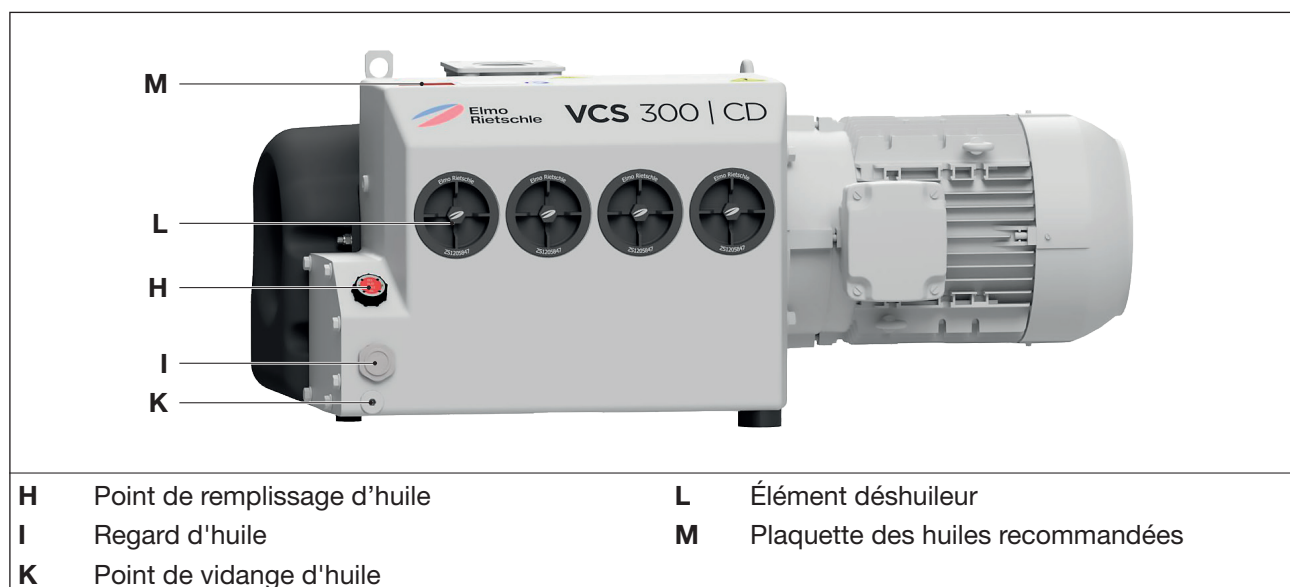

Fig. 7 Vidange d'huile et déshuilage
Comme matières consommables, nous recommandons d'utiliser les huiles Elmo Rietschle, voir la plaquette des huiles recommandées (Fig. 7/M) ainsi que Tab. 3 page 32 :
- e) Ouvrez le bouchon du point de remplissage d'huile (Fig. 7/H) et remplissez d'huile jusqu'au bord supérieur du regard (Fig. 7/I).
- b) Ouvrez le bouchon du point de remplissage d'huile (Fig. 7/H), ouvrez le point de vidange de l'huile (Fig. 7/K) et vidangez complètement l'huile usagée.
- c) Obturez le point de vidange de l'huile (Fig. 7/K) et remplissez d'huile neuve par le point de remplissage d'huile (Fig. 7/H).
- d) Contrôlez le niveau d'huile sur le regard d'huile (Fig. 7/I).
- dévissez les éléments déshuileurs de l'air (Fig. 7/L) dans le sens contraire des aiguilles d'une montre à l'aide d'une clé à œil (largeur sur plats 19 mm).